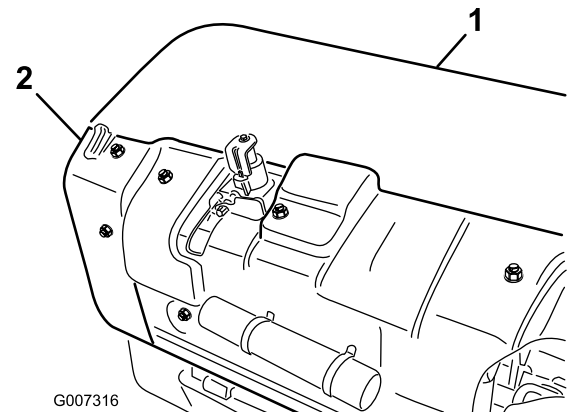

Figura 35
1. Retire a cobertura da cabeça de perfuração traseira (Figura 35).
2. Retire as porcas de montagem da proteção da polia e retire a proteção (Figura 35).